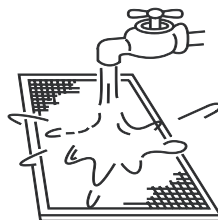

Рис. 15.3
- б. Во время чистки водой приточная сторона фильтра должна быть направлена вниз (см. рис. 15.3).